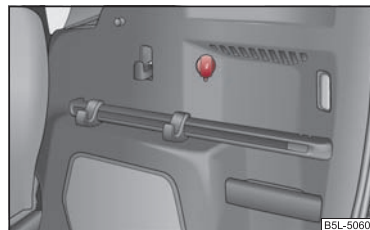

Fig. 93 Maletero: caja de enchufe
- Abra la cubierta de la caja de enchufe ⇒ fig. 93.